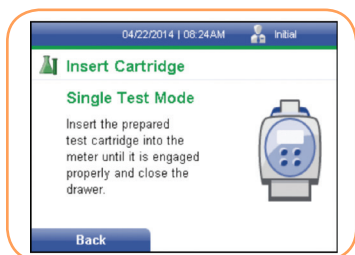

FIGURA 102
12. Se mostrará la pantalla *Inserte el cartucho* (Figura 102).